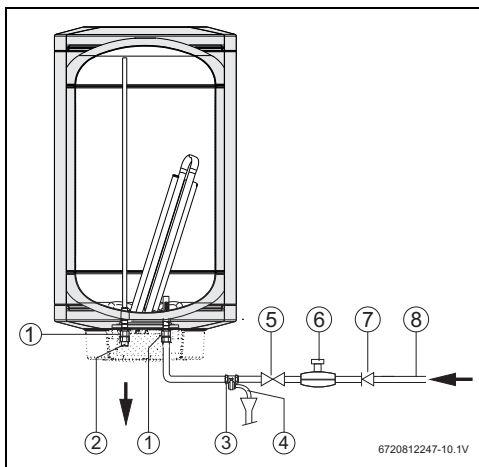

Рис. 9 Подключение воды
i Для предотвращения неисправностей, вызванных неожиданными колебаниями давления в водопроводной сети, рекомендуется перед баком установить обратный клапан (рис. 9, [7]).
- ▶ Установите предохранительный клапан на подводе холодной воды к баку (рис. 9).
- ▶ Установите редукционный клапан (рис. 9).
- ▶ Закройте водопроводный кран (→ рис. 9).